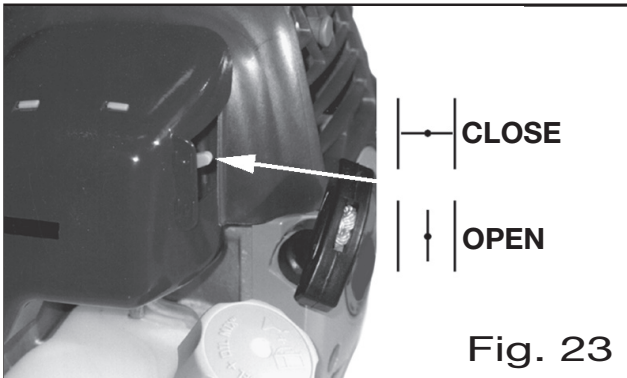

Fig. 23
- Positionnez le levier pour arrivée d'air (Fig. 23) en position fermée (CLOSE), tirez le cordon de démarrage 1 - 2 fois au maximum jusqu'à ce que vous obteniez les premiers crépitements. Même si vous n'entendez pas de crépitements, ramenez le levier pour arrivée d'air en position ouverte (OPEN).